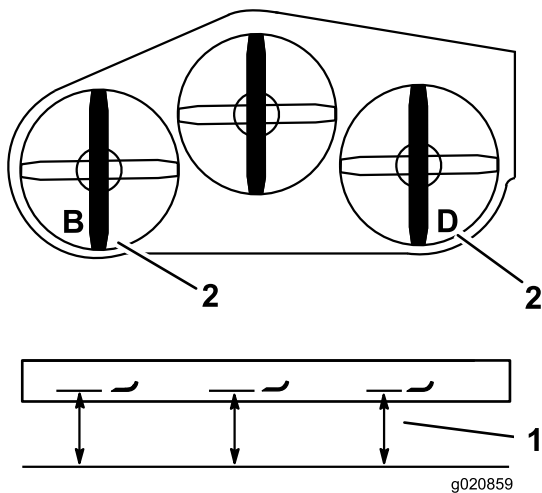

Figura 85
2. Misurate la lama sinistra al punto **B** da una superficie piana fino al tagliente della punta della lama e annotate la misura rilevata (Figura 85).
3. Misurate la lama destra al punto **D** da una superficie piana fino al tagliente della punta della lama e annotate la misura rilevata (Figura 85).
4. La differenza tra la misurazione eseguita al punto **B** non deve essere superare la misurazione al punto **D** di oltre 3 mm. (Figura 85). In caso contrario eseguite la seguente operazione.